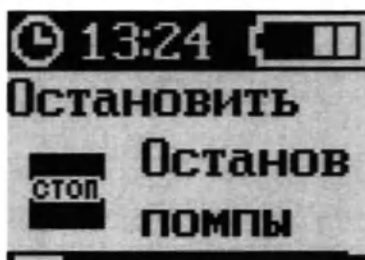

Рисунок 84 – Экран режима «В РАБОТЕ»
1. Нажать кнопку «МЕНЮ» для того, чтобы войти в меню помпы (рисунок 84).